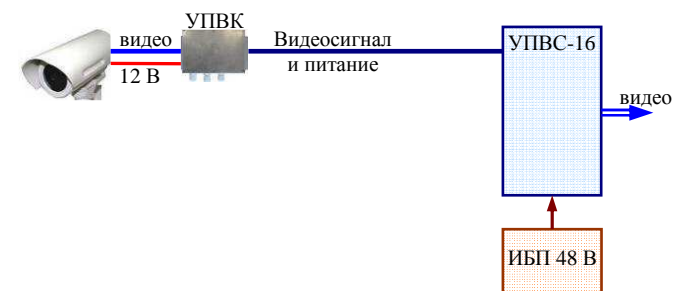

Рисунок 1.1. Схема применения УПК в комплекте с устройством приёма видеосигналов УПВС-16
1.2 УПК применяется в комплекте с устройством приёма видеосигналов типа УПВС-16 ФИДШ.468369.002ТУ (рис.1.1) или с устройством типа модуля приемника видеосигнала 8-канального ФИДШ.468349.006ТУ (из состава сервера типа СЛЗ ФИДШ.425661.001ТУ интегрированного комплекса «Пахра»). Полную информацию можно получить на сайте www.asbgroup.ru.
2.2 Допустимая длина проводов питания при максимальной нагрузке УПВК в зависимости от сечения провода и напряжения питания приведена в таблице 2.2. При этом напряжения питания 42 В соответствует минимальному напряжению аккумуляторных батарей при резервном режиме (ИБП 48В рис.1.1). Напряжение 48 В соответствует применению источника питания без резервного режима работы. В таблице 2.2 также указан максимальный ток для источника питания в представленных вариантах.